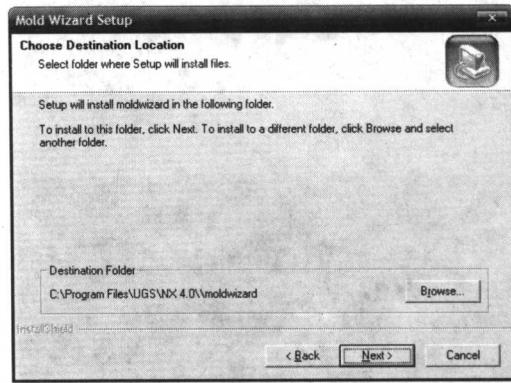

图 1-2 选择安装路径
- ② 单击“安装界面”对话框中的“Next”按钮，此时系统弹出“选择安装路径”对话框，如图 1-2 所示。